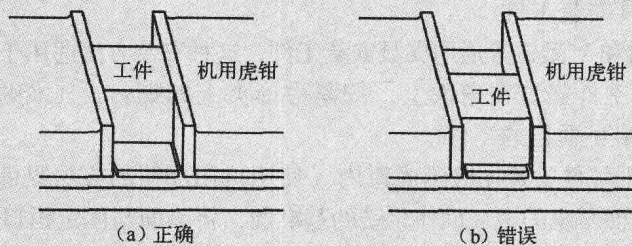

图 1-8 工件放置位置
- 夹持工件时, 工件要放置在钳口的中间位置, 以使钳口受力均匀, 不应放在机用虎钳的某一端 (如图 1-8 所示)。必须将零件的基准面紧贴固定钳口或虎钳导轨上表面, 尽量用固定钳口承受铣削力。